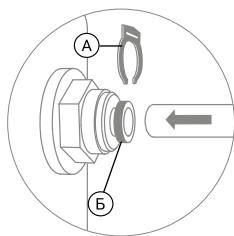

Рис. 10
12. Отсоедините стопорную клипсу (А), затем вставьте до упора в фитинг пластиковую трубку, продев ее через цанговое кольцо (Б) (рис. 10). Для герметизации соединения приложите дополнительное усилие, при этом трубка утопится еще примерно на 3 мм и будет плотно обжата резиновым кольцом.